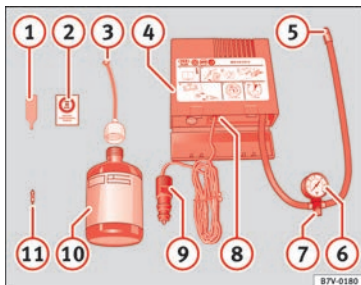

Bild 67 Standardtyp: innehåll i däckreparationssatsen
- Skruva ur däckets ventilhått och insats. Använd verktyget » **bild 67 ①** för att ta bort insatsen. Placera den på en ren yta.
- Skaka flaskan med tätningsmedel för däck-en kraftigt » **bild 67 ⑩**.
- Skruva på påfyllningsslangen » **bild 67 ③** på flaskan med tätningsmedel. Flaskans tätning bryts automatiskt.
- Ta bort förslutningen från påfyllningsslangen » **bild 67 ③** och skruva fast slangens på däckventilens gänga.
- Sätt tillbaka pluggen på däckventilen med hjälp av verktyget » **bild 67 ①**.
- Skruva fast påfyllningsslangen till kompressorpumpen » **bild 67 ⑤** i ventilen.
- Kontrollera att luftningsskruven är stängd » **bild 67 ⑦**.
- Sätt i kontakten » **bild 67 ⑨** i bilens 12-volts eluttag » **bild 149**.
- Slå på luftkompressorn med ON/OFF-brytaren » **bild 67 ⑧**.